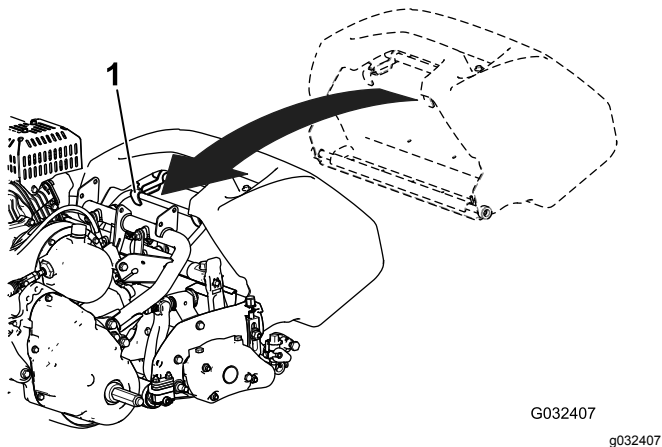

Figura 11
1. Afferrate il cesto dalla stegola (Figura 11).
2. Guidate il coperchio del cesto tra le piastre laterali dell'apparato di taglio e sopra il rullo anteriore (Figura 11).
3. Installate i ganci del cesto sull'anello del telaio (Figura 11).